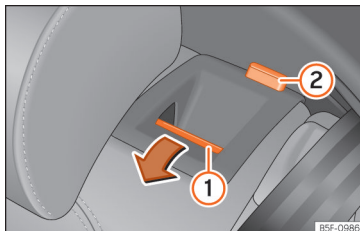

Abb. 112 Rücksitz: Rückenlehne vorklappen.
- Ziehen Sie die Entriegelungstaste »» **Abb. 112** (1) nach vorn und klappen Sie gleichzeitig die Lehne vor. Die Rücksitzlehne ist entriegelt, wenn die rote Markierung des Tasters (2) sichtbar ist.